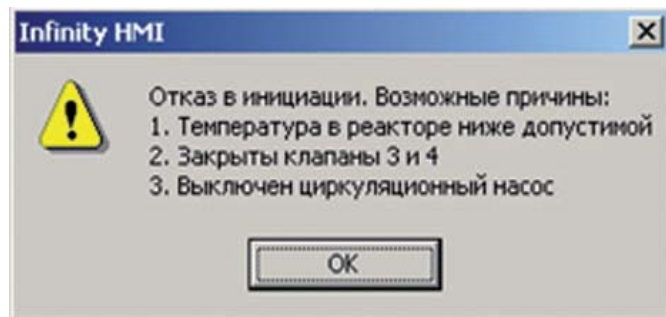

Рис. 9. Отказ в инициации.
- Кнопка «Инициация» предназначена для запуска процесса смешения. При выполнении одного из условий успешной инициации запуск процесса производиться не будет, а будет выдано сообщение с перечнем возможных причин отказа инициации (рис. 9).